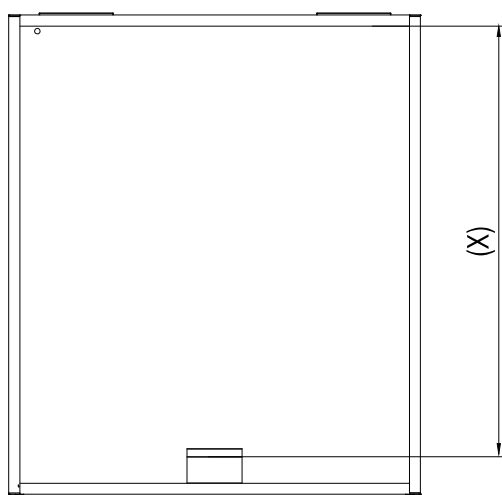
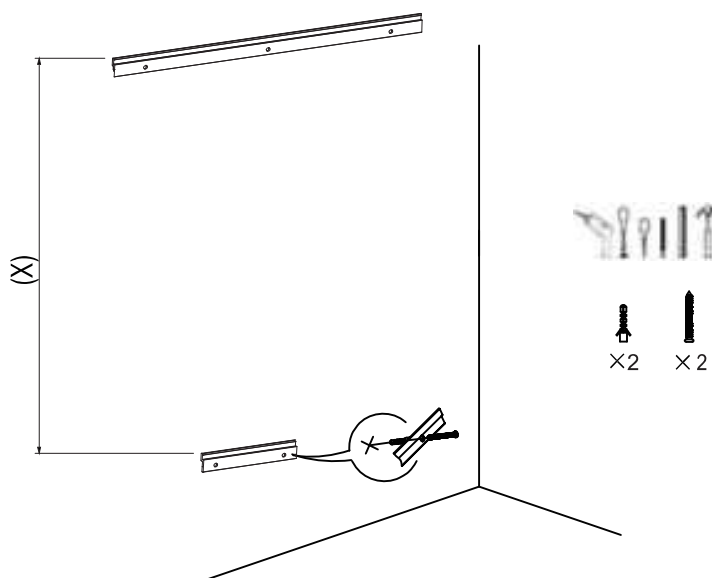

Fig. 3
Fig. 4
2.1 Mesurer la distance entre le haut des deux barres en alliage d'aluminium à l'aide d'un mètre ruban: $(x-3)$ MM(Fig.3.) Répéter l'opération comme indiqué aux points 1.2-1.4(Fig.4).